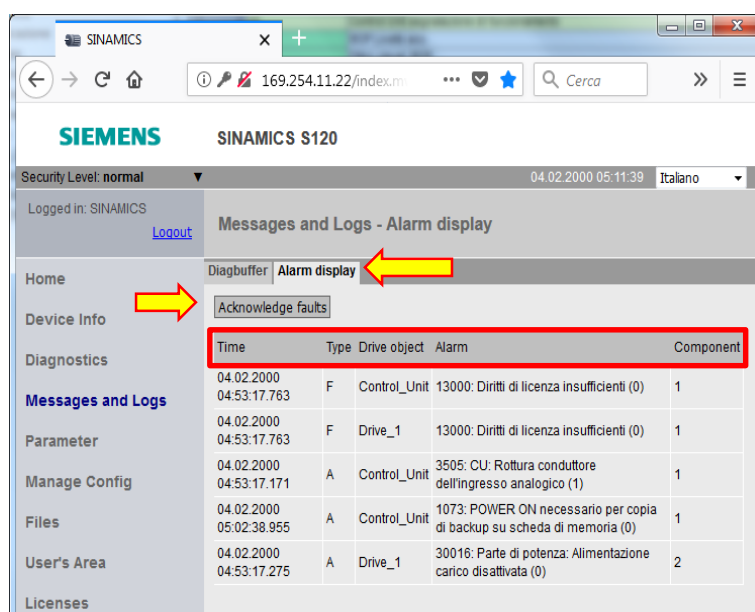

Figura 22 - Schermata SIEMENS S120, Messages and Logs
- **TYPE** identifica il tipo di segnalazione in *Avviso* (A) e *Fault* (F).
- **ALARM**, riporta il codice dell'errore o dell'avviso (es: 13000, 3505, 1073, ecc...) che si riferisce al tipo di problema riscontrato, seguito da una breve descrizione. In base a questo codice sarà possibile risalire alla causa e alla soluzione del problema approfondendo l'argomento nel manuale *SIEMENS LH1 Manuale delle Liste* (Figura 22)